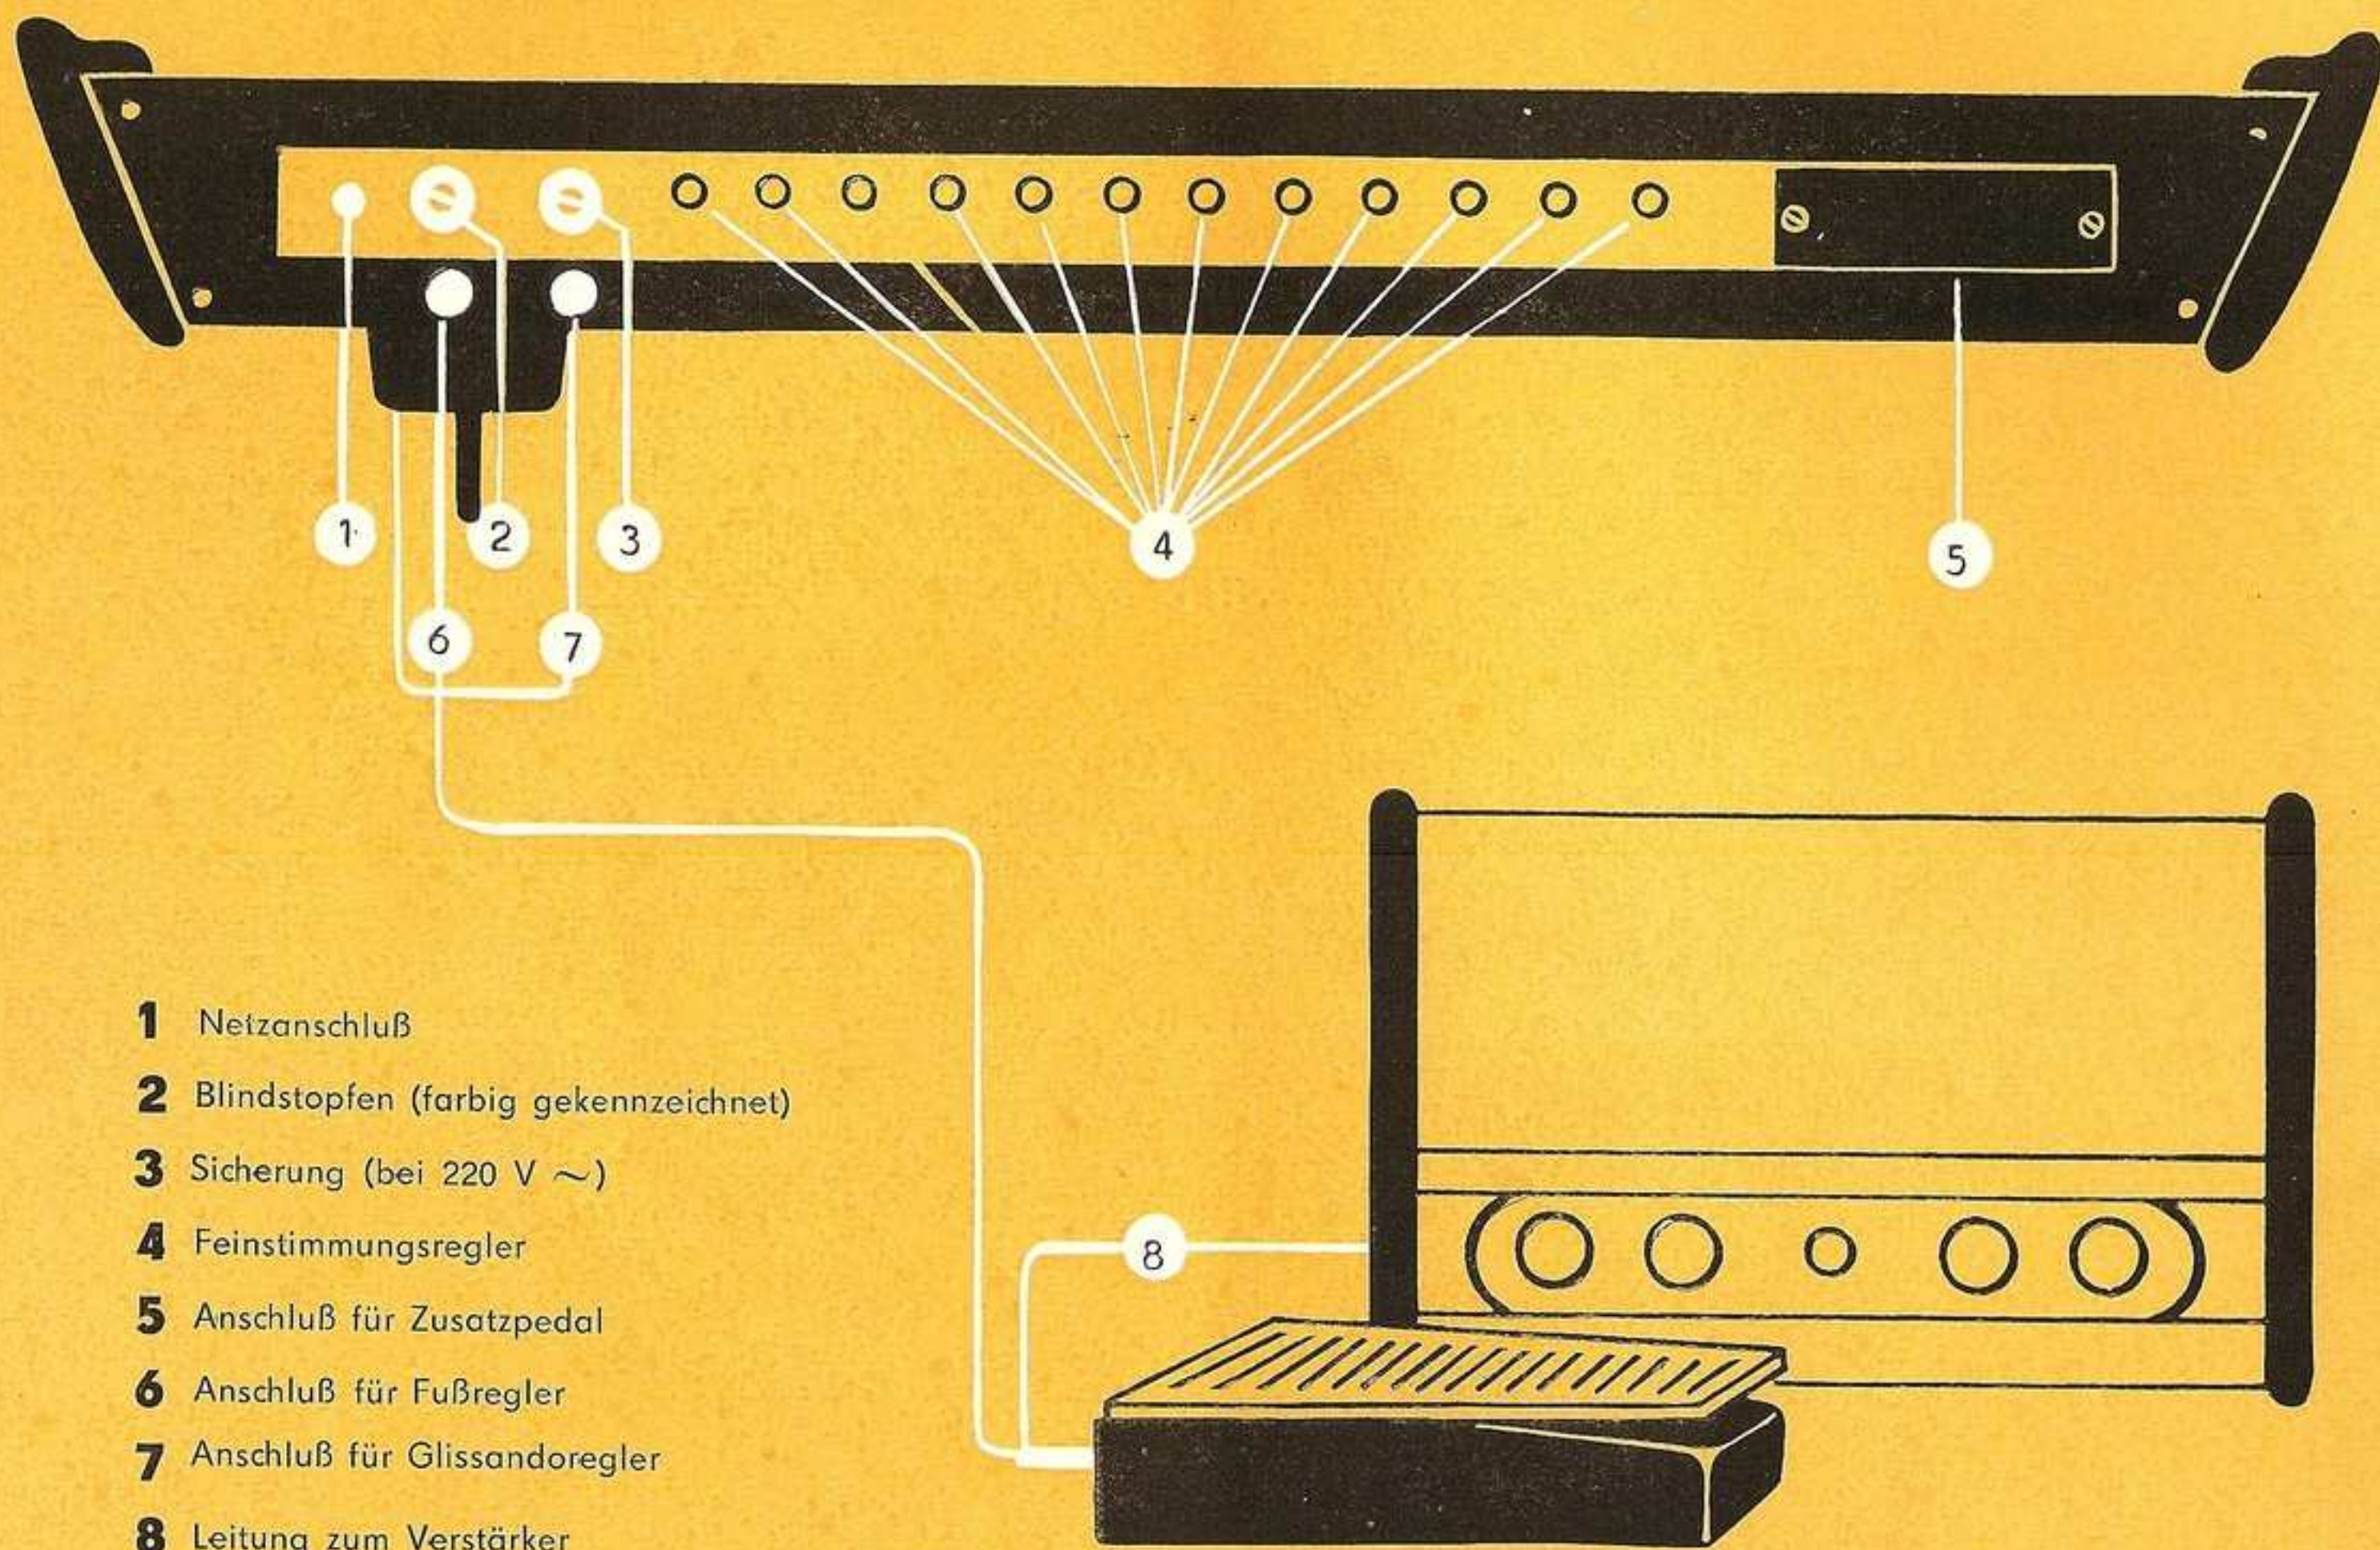

Abb. 7
Das Anschließen des Glissandoreglers (s. a. Seite 7, spieltechnische Hinweise) kann jetzt erfolgen. Der Regler wird mit seinen beiden Rändelschrauben in die Schlitze am Bodenrahmen des Instrumentes eingeschoben und festgeschraubt (Abb. 4, Seite 4). Danach ist der Anschlußstecker des Glissandoreglers in die Buchse (Abb. 7, Seite 6) zu stecken (evtl. vorhandener Kurzschlußstecker ist vorher zu entfernen).
Mit dem Anschließen des Fußreglers wird die Aufstellung der „ionika“ beendet. Dazu den Stecker am kurzen Kabel mit der Buchse (Abb. 7, (6)) und den Stecker am langen Kabel mit dem Tonfrequenzeingang des verwendeten Verstärkers (Eingang 2 des Verstärkers MV 2) verbinden. Bitte achten Sie stets auf den festen Sitz aller Anschlüsse.
Das Einstellen der Netzspannung geschieht an der Rückseite des Instrumentes mit Hilfe der beiden Sicherungselemente (Abb. 7, (2) und (3)). Der nicht farbig gekennzeichnete Schraubstöpsel nimmt die Feinsicherung auf (bei 220 V : 1 A träge; bei 125 V : 1,5 A träge). Dieser Schraubstöpsel wird je nach Netzspannung in das Sicherungselement für 220 V  $\sim$  oder 125 V  $\sim$  eingeschraubt. Der farbig markierte Schraubstöpsel ist für das jeweils freie Sicherungselement bestimmt.
Bei Verwendung des Instrumentes ohne Glissandoregler bitte stets einen Kurzschlußstecker in die Buchse (Abb. 7, (7)) stecken.
Sollte sich nach einiger Spielzeit eine Nachstimmung des Instrumentes notwendig machen, so kann diese mit den an der Rückseite des Instrumentes befindlichen **Feinstimmungsreglern** (Abb. 7, (4)) erfolgen. Die ausführliche Stimmanleitung finden Sie auf Seite 24.